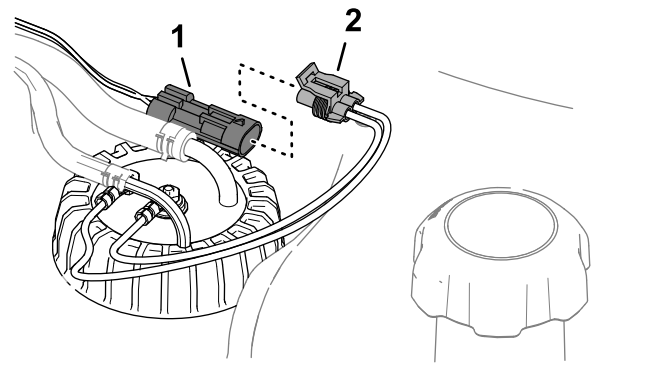

**Figura 86**
2. Retire los 5 tornillos Phillips que sujetan la tapa del sensor de combustible al depósito de combustible, y retire la tapa (Figura 86).